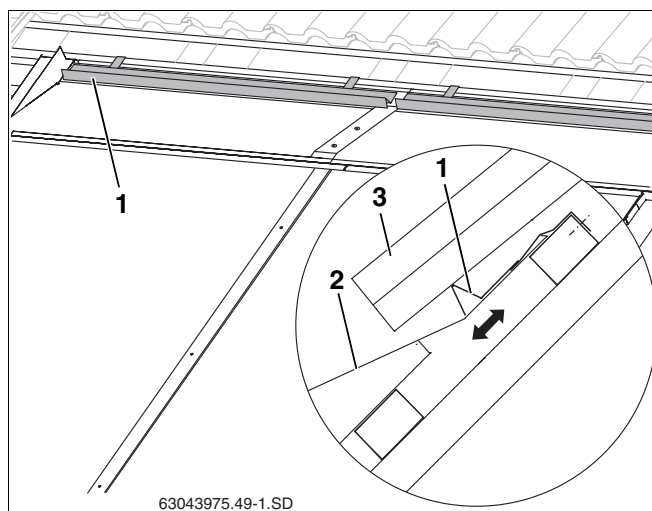

Fig. 61 Poser puis fixer le support des tuiles
- elle recouvre le plus possible la tôle de recouvrement (fig. 61, **pos. 2**) sans toutefois la toucher et
- Poser le support (fig. 61, **pos. 1**) selon la position calculée et fixer sur la latte.
- Poser les tuiles découpées (fig. 61, **pos. 3**).